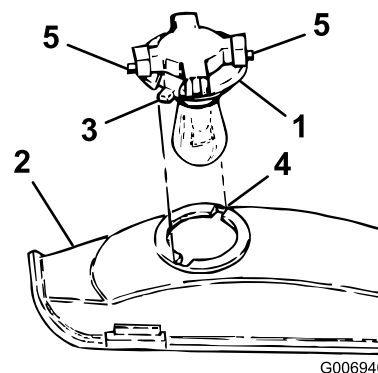

Figura 53
3. Ruotate il portalamпада di 1/4 di giro in senso antiorario e toglietelo dal riflettore (Figura 53).
4. Allineate le linguette del portalampada (Figura 53) con le fessure del riflettore, inserite il portalampada nel riflettore e giratelo di ¼ di giro in senso orario, finché non si ferma.